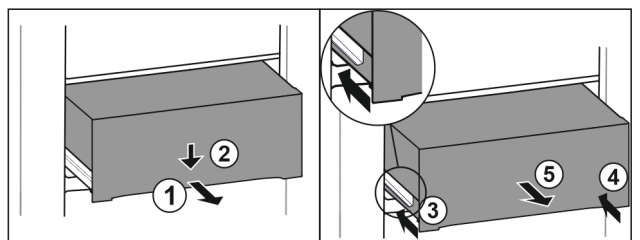

Fig. 106
- Estrarre il cassetto a metà. Fig. 106 (1)
- Premere il cassetto sul lato anteriore verso il basso. Fig. 106 (2)
- Spingere la guida sinistra di circa 2 cm verso l'interno. Fig. 106 (3)
- Spingere la guida destra di circa 2 cm verso l'interno. Fig. 106 (4)
- Rimuovere il cassetto tirandolo in avanti. Fig. 106 (5)